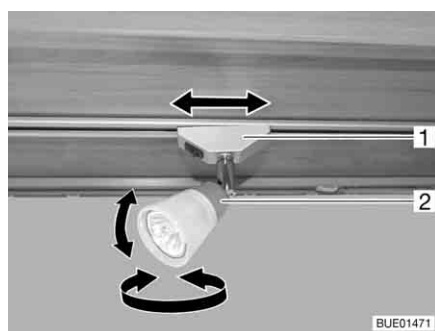

Fig. 83 Spot
**Tourner :** ■ Saisir le boîtier (Fig. 83,2) et le tourner.
**Faire coulisser :** ■ Attraper le support (Fig. 83,1) le faire pivoter d'environ 45°.
**Enlever :** ■ Attraper le support (Fig. 83,1) et le faire pivoter d'environ 90°.